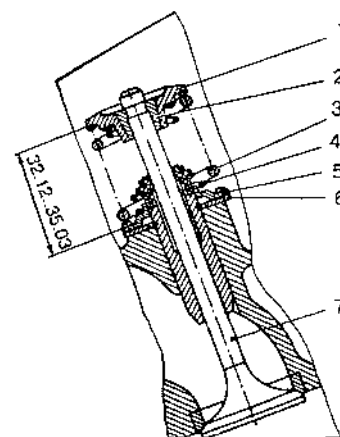

Рис. 2.19.2. Восстановление усилия клапанных пружин методом установки дополнительной шайбы:
4. Если после шлифовки фаски клапана и седла стержень клапана выступает настолько, что длина установленных пружин при закрытом клапане будет более 35,03 мм, установить дополнительную шайбу пружин, чтобы длина пружин при собранном клапанном механизме была в пределах 32,12-35,03 мм (рис. 2.19.2).